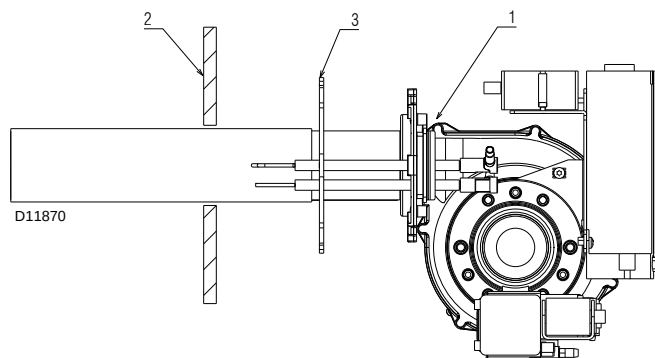

Fig. 5
- fissare il bruciatore 1)(Fig. 5) alla portina della caldaia 2) mediante 4 viti e (se necessario) 4 dadi forniti a corredo, interponendo lo schermo isolante 3).